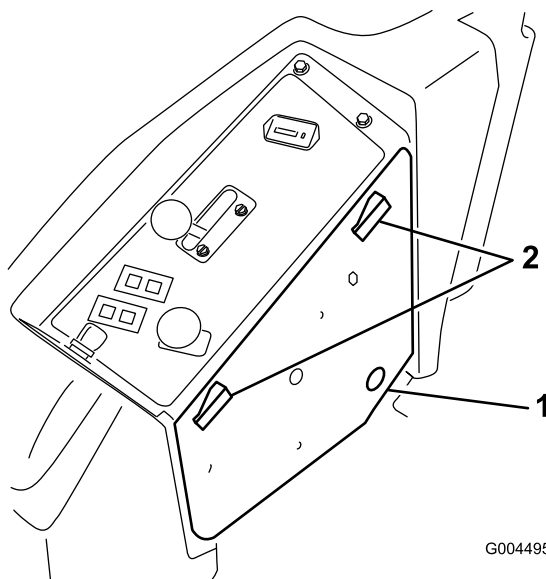

Figura 22
2. Sbloccate la copertura del quadro di comando e mettetela da parte (Figura 22).